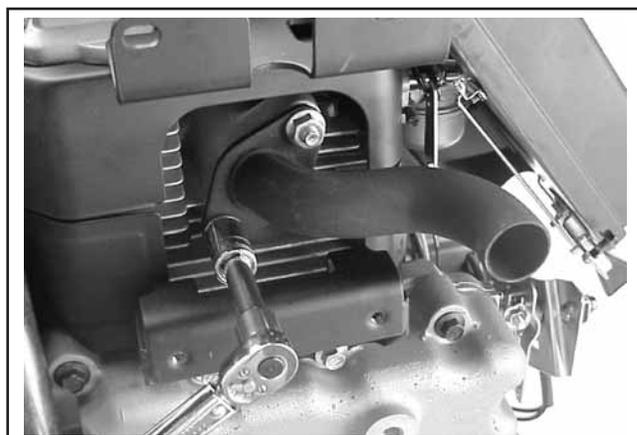

Figura 11-62. Instalar o Tubo de Admiss o do Silenciador.
1. Instale a junta de escape nova, o colector de escape ou o tubo de admiss o do silenciador nos pernos da porta do escape. Instale as porcas de flange hexagonais nos pernos e aperte at  24,4 N m (216 pol. lb.). Consulte a Figura 11-62.